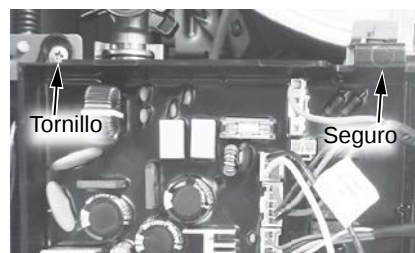

Figura 48 - Ubicación de la placa de control.
- 9** Ubique el tornillo que fija el panel de la placa de control. Use un destornillador Phillips para retirar el tornillo y déjelo a un lado en un lugar seguro para volver a instalarlo. Consulte la Figura 48.